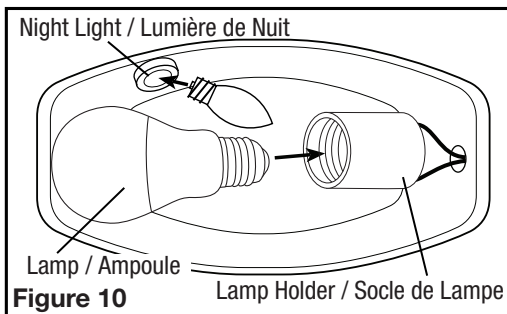

Figure 10
- Install a 100 watt maximum, type A19 medium base incandescent bulb or equivalent (not included). Install a 7 watt maximum type C7 (candelabra base) night light (not included) into the side lamp holder (**Figure 10**).
- Installer une ampoule incandescente culot moyen de type A19 ou équivalent (non-comprise). Installer une ampoule de type C7 d'un maximum de 7 watts (culot de type candelabra) de la lumière de nuit (non-comprise) dans le support de lampe latéral (**Figure 10**).